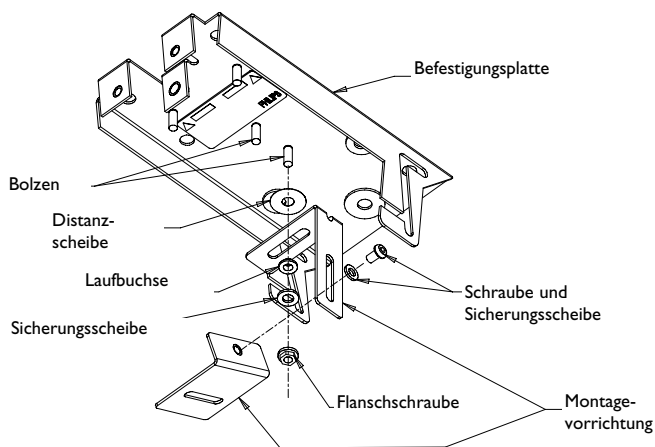

Figure 2: Entfernen der Montagevorrichtung
- Lösen Sie die Bundmutter und entfernen Sie die Montagevorrichtung für die Kamera von der Befestigungsplatte. Siehe Abbildung 2. Bewahren Sie die Teile gut auf, da sie später für die Installation der Kamera und den erneuten Zusammenbau der Einheit benötigt werden.